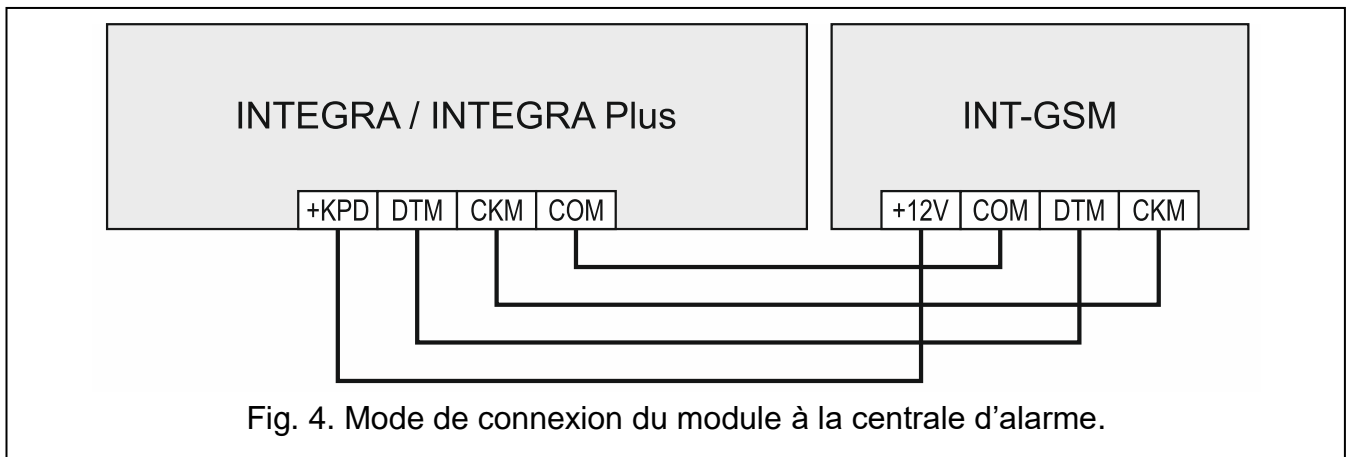

Fig. 4. Mode de connexion du module à la centrale d'alarme.
1. Connectez les bornes du module +12V, COM, DTM et CKM du module aux bornes de la centrale d'alarme (fig. 4). Pour connecter les bornes + 12V et COM, utilisez des fils souples d'une section de 0,5-0,75 mm² ou des fils rigides d'une section de 1-2,5 mm². Si vous utilisez le type de câble de type « paire torsadée » pour connecter les bornes DTM et CKM, n'oubliez pas que les signaux CKM (horloge) et DTM (données) ne peuvent pas être transmis avec une paire de fils torsadés. Les fils doivent être conduits dans un seul câble.